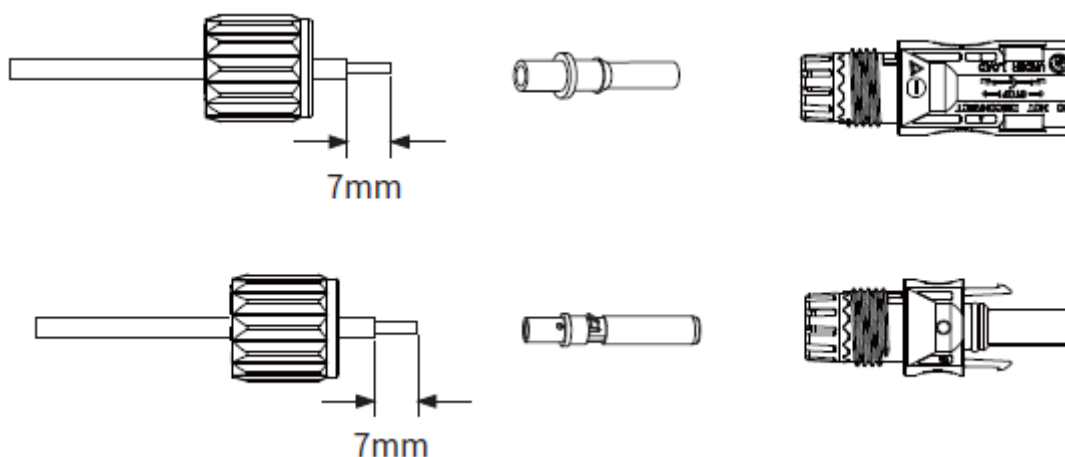

Рисунок 5.3. Разбор коннектора.
- Зачистите кабель пост. тока примерно на 7 мм, см. Рисунок 5.3. Отсоедините торцевую гайку коннектора. Вставьте конец зачищенного кабеля пост. тока в торцевую гайку и контактный штырь.